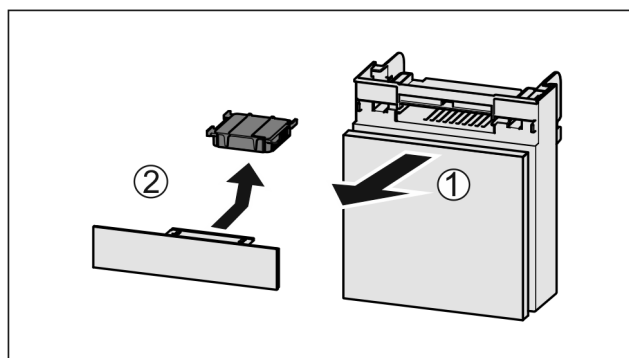

Fig. 166
- 向前拉出 Fig. 166 (1) 抽屉。
- 取出 Fig. 166 (2) 活性炭过滤器。